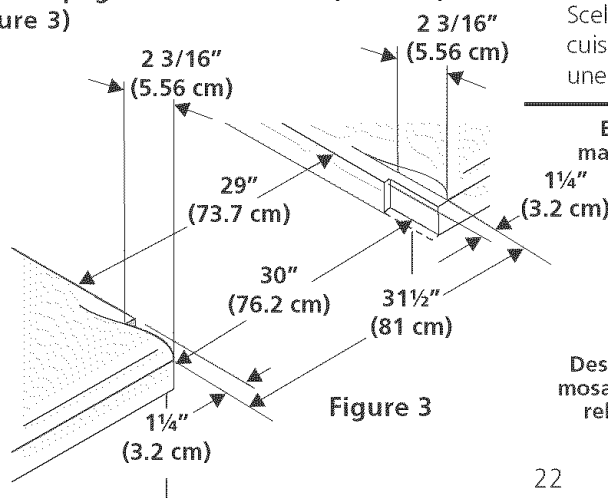

Figure 3
- Pour les découpages actuels de 29" (73.7 cm) de large (Figure 3)